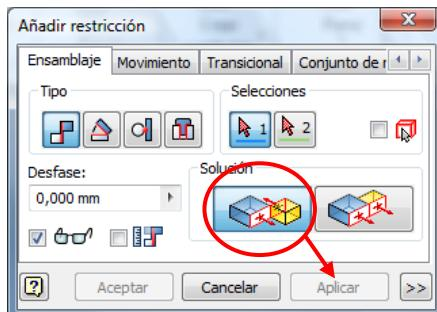

Figura 23 (restricción 2)
- 2 Pulsar en el ícono *coincidencia* (figura 23), seleccionar las dos caras. No hay que introducir en la casilla *Desfase* ningún parámetro, ya que las dos caras tienen que estar juntas, y pulsar *Aplicar*.